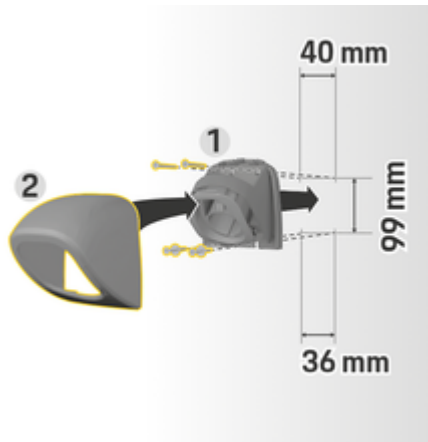

Fig. 5: Dimensões de perfuração
1. Remover o fecho do conector **1** (Fig. 5) da capa **2** (Fig. 5).
4. Aparafuse o fixador do conector **1** (Fig. 5) à parede.
5. Coloque a cobertura **2** (Fig. 5) no fixador do conector **1** (Fig. 5) a partir de baixo e empurre para cima.